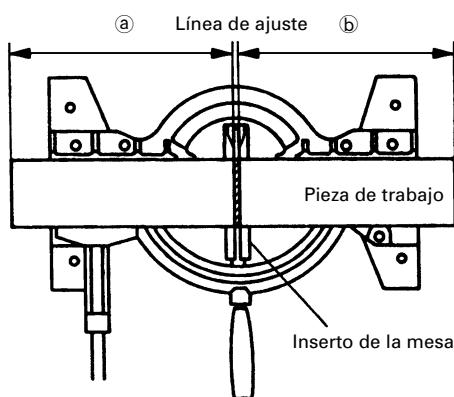

Fig. 15
- (1) Como se muestra en la Fig. 15, la anchura de la hoja de sierra es la de corte. Por lo tanto, deslice la pieza de trabajo hacia la derecha (vista desde la posición del operador) cuando desee la longitud **b**, o hacia la izquierda cuando desee la longitud **a**.
- (2) Cuando la hoja de sierra haya alcanzado la velocidad máxima, empuje cuidadosamente hacia abajo la empuñadura hasta que la hoja de sierra se acerque a la pieza de trabajo.
- (3) Cuando la hoja de sierra haya entrado en contacto con la pieza de trabajo, empuje gradualmente hacia abajo la empuñadura para cortar dicha pieza.
- (4) Después de haber cortado la pieza de trabajo con la profundidad deseada, desconecte la alimentación de la herramienta eléctrica y deje que la hoja de sierra se pare completamente antes de levantar la empuñadura de la pieza de trabajo para devolverla a su posición de completamente retraída.